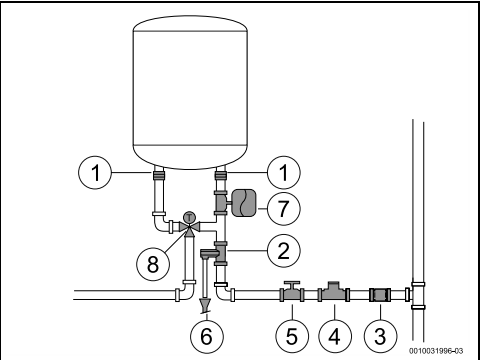

Fig. 14 Toma de agua
- ▶ instalar una válvula de reducción de presión (Fig. 14, [4]). La válvula diferencial se activará siempre que la presión del agua en el aparato sea superior a 8 bar ($\pm 0,5$ bar), en este caso deberá existir la posibilidad de desviar el agua.
- ▶ instalar un vaso de expansión (Fig. 14, [7]) para evitar que la válvula diferencial se abra con tanta frecuencia. El volumen del vaso de expansión debe ser equivalente al 5% del volumen del dispositivo.